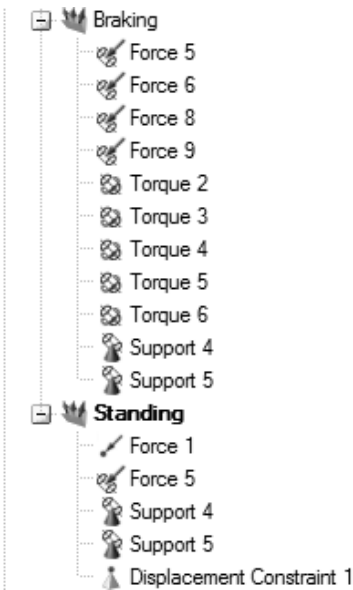

图 7-34
5) 在模型浏览器中, 确保位移约束 1 显示在直立载荷工况而非制动载荷工况中, 如图 7-34 所示。